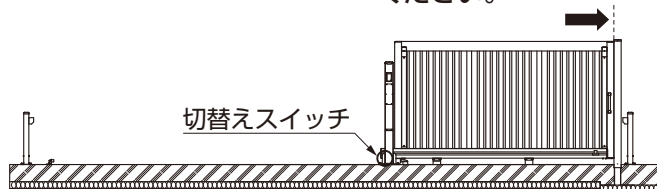
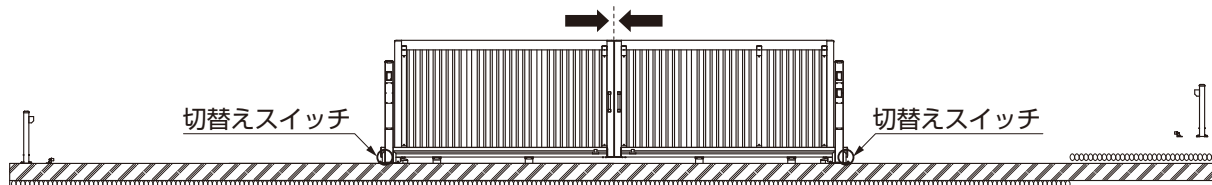

図15-1 片開き
図15-2 両開き
- ①引戸を閉めた状態にし、手動電源切替スイッチを手動に切替えてください。(図15-1、図15-2参照)